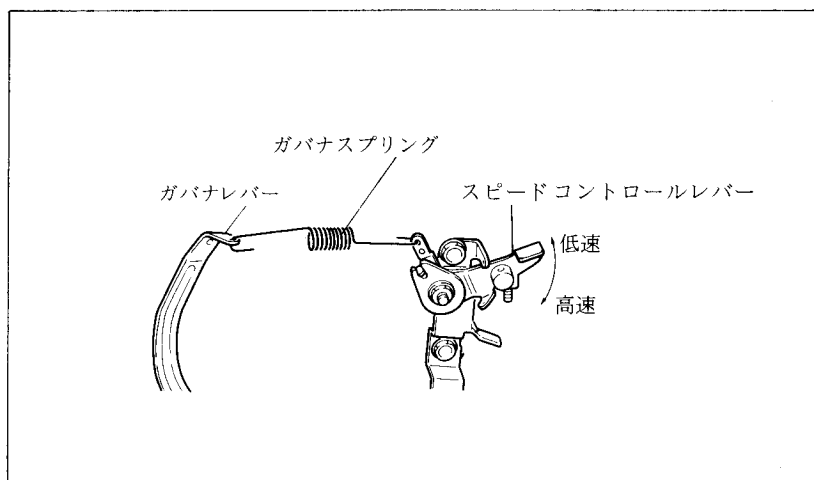

Fig. 9-2
- ① 気化器スロットルレバーとガバナレバーを連結桿とロッドスプリングで連結し、ガバナレバーをガバナシャフトに取付けます。
- ② 回転調整レバーをファンカバーに取付けます。
- ③ ガバナレバーと回転調整レバーをガバナスプリングで連結します。
- ※ ガバナスプリングの掛け位置 EY 150 は 1 に掛けるのが標準です。(Fig 9-2)